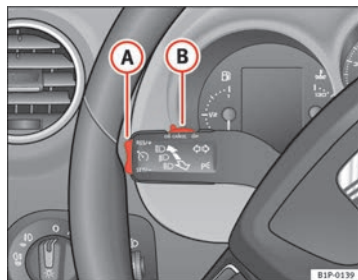

Fig. 134 Alavanca das luzes indicadoras de mudança de direcção e dos máximos: comando e botão basculante para o regulador da velocidade
- Premir a parte superior do botão basculante **RES/+** ⇒ fig. 134 **A** para aumentar a velocidade. Enquanto o botão basculante estiver a ser premido, o veículo é acelerado. Soltando o botão basculante, fica memorizada a nova velocidade.
Se se reduzir a velocidade com o pedal do travão, desliga-se o regulador da velocidade. Se quer activar de novo o regulador, bastará pressionar uma vez a parte superior do botão basculante **RES/+** ⇒ página 185, fig. 134 **A**.